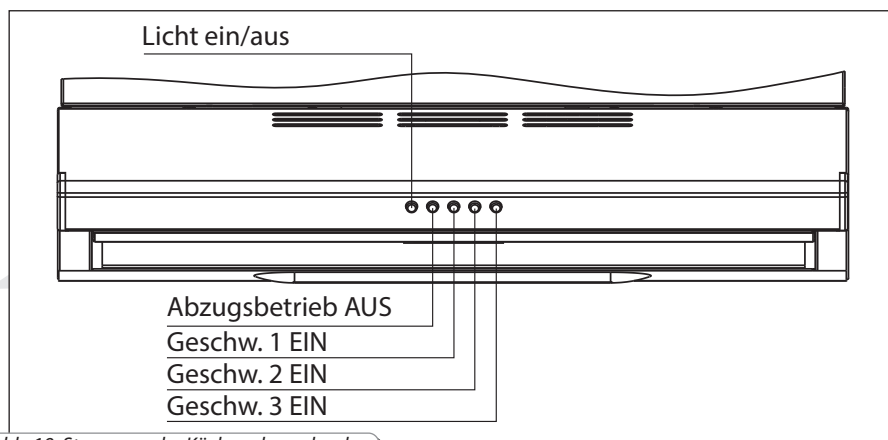

Abb. 19. Steuerung der Küchenabzugshaube
- Zur Aktivierung der Küchenabzugshaube eine entsprechende Geschwindigkeitstaste (1-2-3) drücken, Abb. 19. Der Betrieb der Küchenhaube hat immer Vorrang dem Bedienfeld gegenüber. Beim Betrieb der Küchenabzugshaube ist das Bedienfeld ausgeschaltet.
- Zur Deaktivierung der Küchenabzugshaube eine entsprechende Taste drücken, Abb. 19. Nach dem Ausschalten schaltet die Lüftungsanlage in einen eingestellten Betrieb, in Übereinstimmung mit den Bedieneinstellungen.